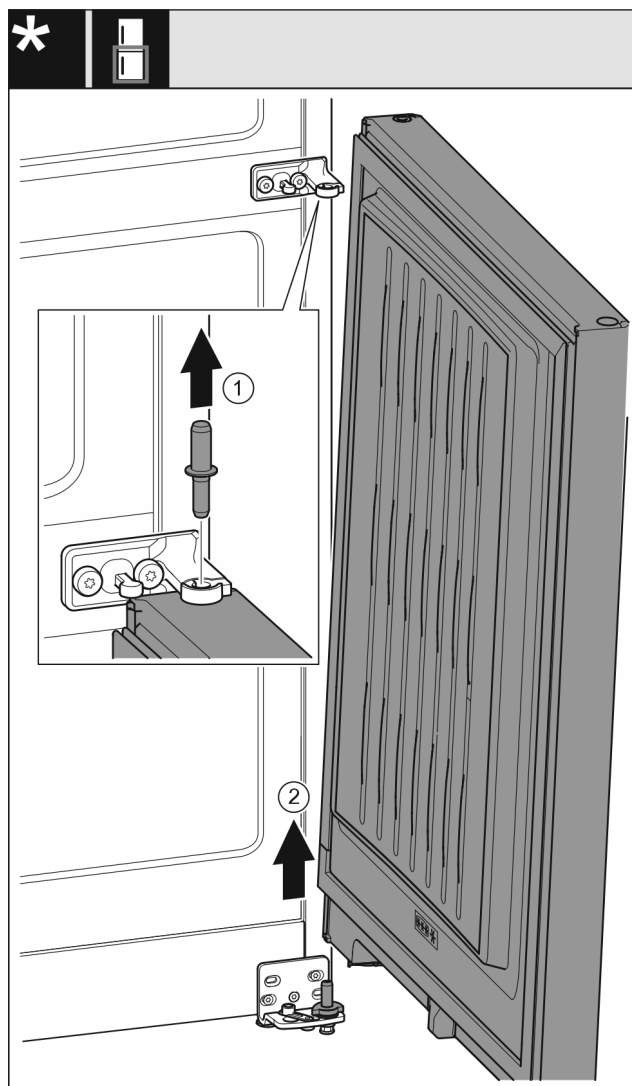

Fig. 10 Uten lukkedemper
- ▶ Trekk ut bolten Fig. 10 (1) oppover.
- ▶ Sving døren Fig. 10 (2) ut, trekk den oppover og sett den til side.